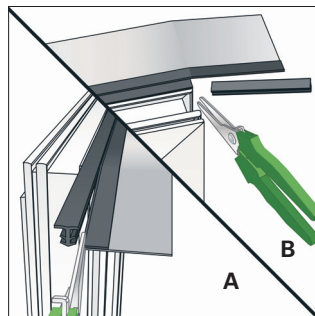

Bild 16: A) Überstände der Folie an der Keder-Knickkante einschneiden B) Keder bündig zum Rahmen abschneiden
- Den Keder an der Knickkante an den Überständen der Folie einschneiden und bündig bis zum Fensterrahmen abreißen (Bild 16). Fenster montieren und die Wärmedämmung in die Fensteranschlussfuge einbringen. Wir empfehlen den FM230 Fensterschaum\*.